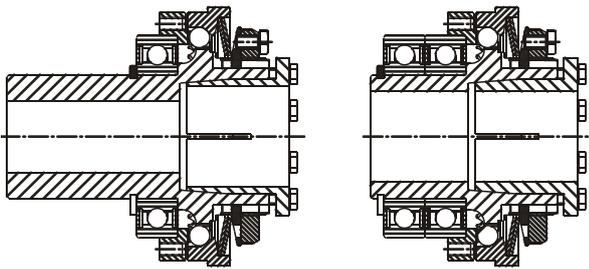

Fig. 2
Pour le montage d'éléments de transmission extrêmement larges ou pour des éléments de petit diamètre, nous conseillons d'utiliser le limiteur de couple EAS®-compact® avec moyeu prolongé (Type 490.___.1 / fig. 2). Les éléments de transmission de très petit diamètre sont fixés au flasque de pression (2) du limiteur à l'aide d'un flasque intermédiaire à la charge du client.
En cas de forces radiales élevées, il faut utiliser l'exécution à double roulement (Type 490.___.2 / fig. 2).